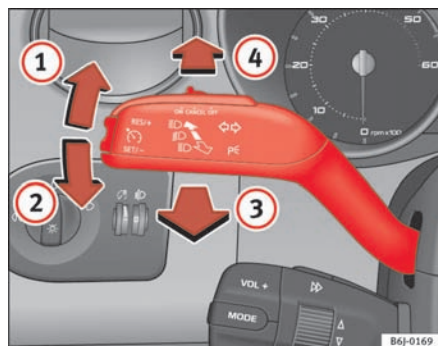

Fig. 55 Blink- og fjernlysarm
- Tryk armen helt op ⇒ fig. 55 ① for at tænde **højre** blinklys, og tryk den helt ned ② for at tænde **venstre** blinklys.
- Drej lyskontakten til position ③.
- Tryk armen fremad ⇒ fig. 55 ④ for at tænde fjernlyset.